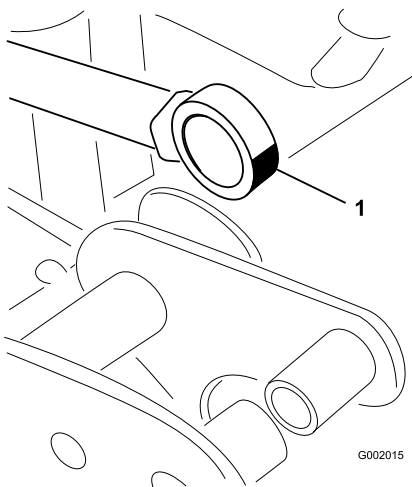

Bild 44
5. Drehen Sie das Lagerende der Aktuatorstange und schmieren Sie Schmiermittel in das Lager (Bild 44). Wischen Sie überflüssiges Fett ab.